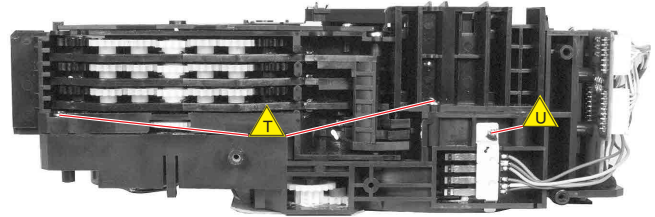

Fig. 15
- CAM-Schalter abschrauben (Schraube  Fig. 15).
- Unscrew the cam switch (screw  Fig. 15).